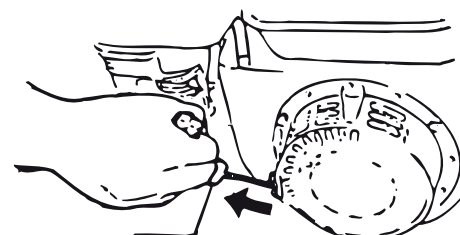

Рис.6
4. Плавно потяните за рукоятку пускового шнура. Дерните рукоятку, когда почувствуете сопротивление. Рассчитывайте свои силы, чтобы не повредить пусковой механизм (рис. 6).